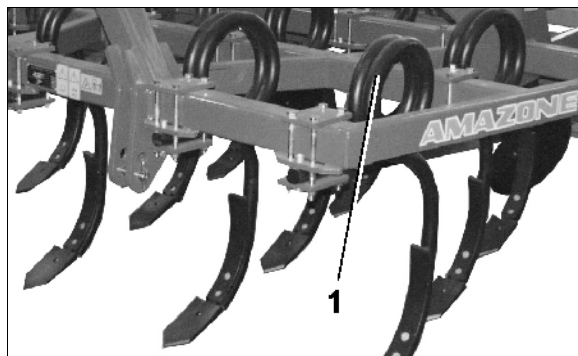

Fig. 12
- **Rundståltinder (Fig. 12/1)**